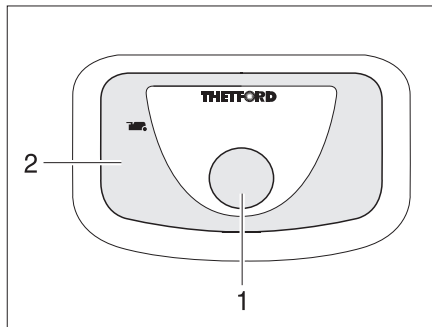

Bild 352 Spolknapp/kontrollampa Thetford-toalett
- För att spola, tryck på den blå spolknappen (Bild 352,1).
Kontrollampan (Bild 352,2) lyser när Thetford-kassetten måste tömmas.
- Skjut spjällspaken (Bild 352,1) medurs. Spjället stängs. För att kunna tömma toaletten **måste** spjället vara stängt i Thetford-toaletten.